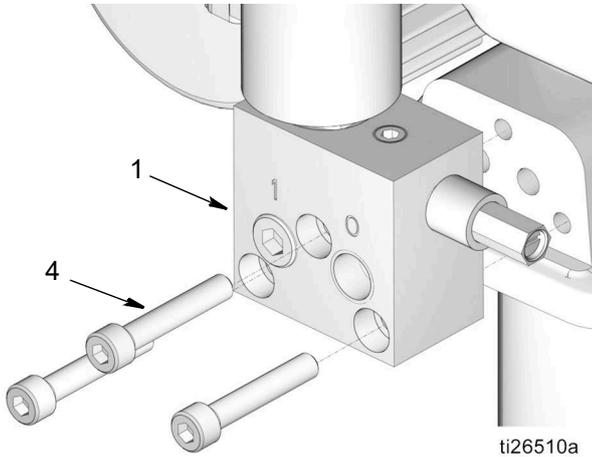

図 5
8. ベントバルブ (1) をポンプ表面に、キットに含まれている 3 本のキャップねじ (4) を使って取り付けます (図 5)。ベントバルブをポンプの表面にしっかりと抑えて、O リングが接地中にその場にとどまるようにします。ネジに 17-19 ft-lbs (23-26 N.m) のトルクを掛けます。